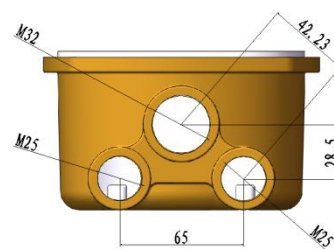

图 3
- 图 3 为电缆接头的安装尺寸图（孔径尺寸 M32×1.5mm 1 个 M25×1.5mm 2 个）。